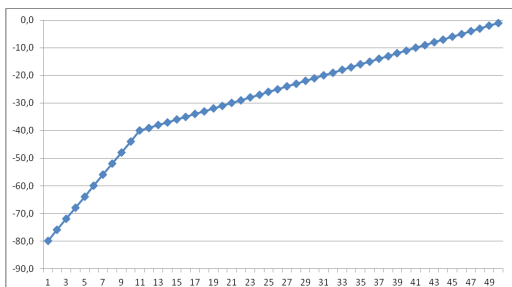

fig. 1
1. Courbe #1 - Cette courbe est adaptée aux diffuseurs avec une efficacité normale (fig. 1) (réglage d'usine)